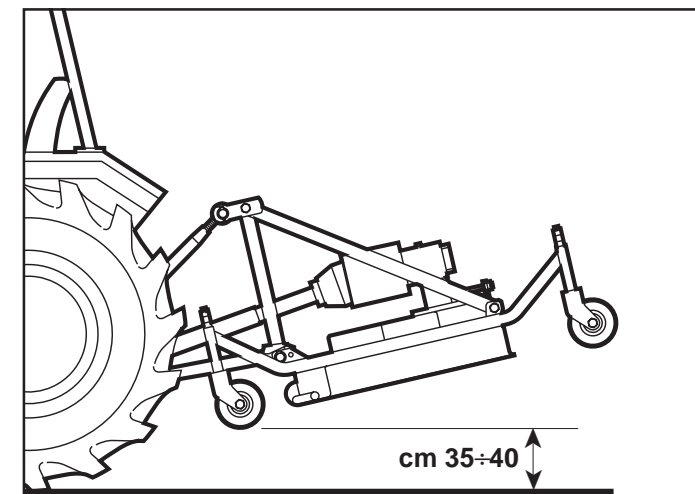

Fig. 10
- Avviare il trattore e sollevare il tosaerba, a circa 35+40 cm dal suolo (Fig. 10), portandosi in posizione di lavoro.
- *Start the tractor and raise the grass mower about 35-40 cm from the ground (Fig. 10), setting it to the work position.*
- Den Traktor starten und den Räsensmäher um circa 35-40 cm vom Bodenniveau (Abb. 10) ausheben und zur Arbeitsstelle fahren.
- *Démarrez le tracteur et soulevez la faucheuse, à environ 35-40 cm du sol (Fig. 10) et placez-vous dans la position de travail.*
- Arrancar el tractor y elevar la segadora de césped 35/40 cm del suelo (Fig. 10), posicionándose en la posición de trabajo.
- Durante il trasporto, od ogni qualvolta si renda necessario il sollevamento del tosaerba, è opportuno che il gruppo di sollevamento del trattore venga regolato in modo che il tosaerba stesso non sia sollevato da terra per più di 35÷40 cm circa (Fig. 10).
- able to regulate the lifting unit of the tractor so that the actual grass mower is not raised more than 35-40 cm from the ground (Fig. 10).*
- Während des Transports und jedesmal, wenn es erforderlich ist, den Sichelmäher auszuheben, ist es erforderlich, das Hubwerk des Traktors so einzustellen, daß der Sichelmäher für wenigstens 35-40 cm vom Boden angehoben wird (Abb. 10).